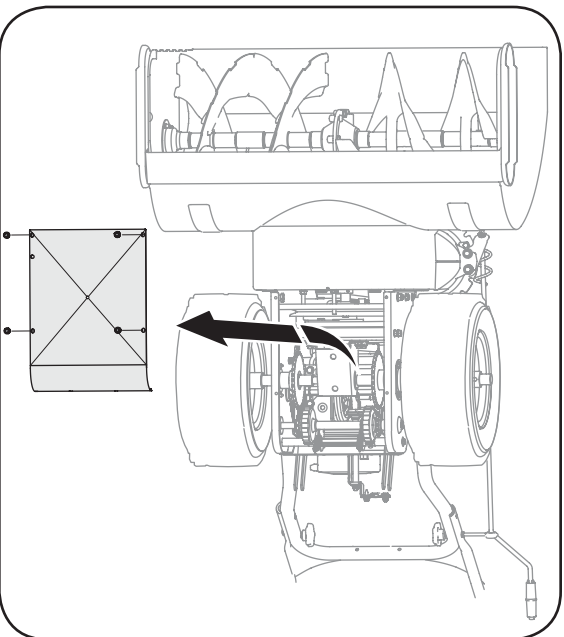

Figure 5-2
2. Retirez le couvre-châssis du dessous de la souffeuse en enlevant les vis auto-taraudeuses. Voir la Figure 5-2.